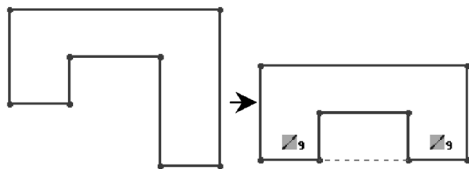

图 2-176 添加共线几何关系
- 共线几何关系 ：使两条或两条以上的直线落在同一直线或其延长线上，如图 2-176 所示。